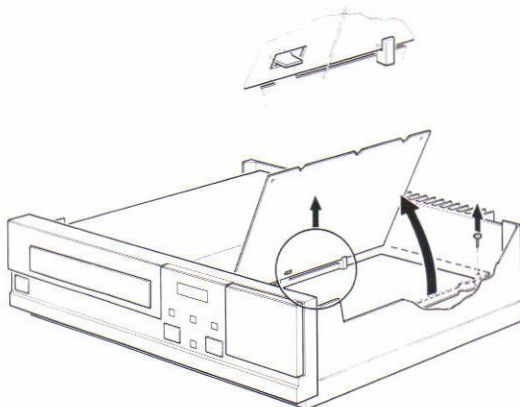

Fig. 4
- Door de servoprint in de servicestand te plaatsen (zie fig. 4) kan zowel aan de servoprint als aan de decodeerprint (onderdelenzijde) worden gemeten.